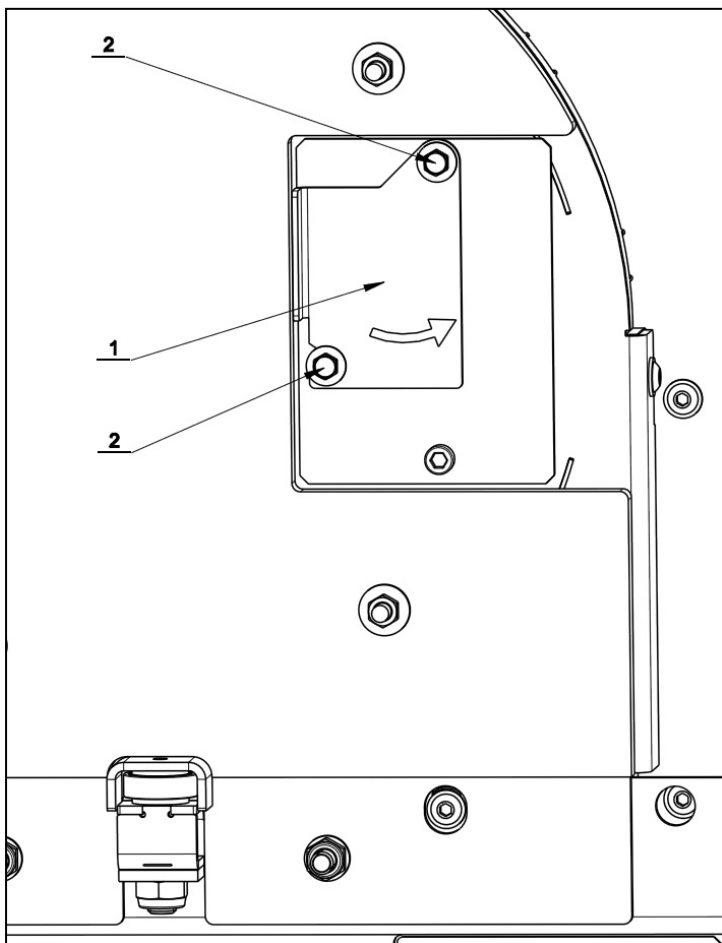

figura 3.7.3.B – tapa para el control visual de la llama.
- En la pared trasera del bastidor derecho se encuentra la salida del calor residual (1) – figura 3.7.3.C.